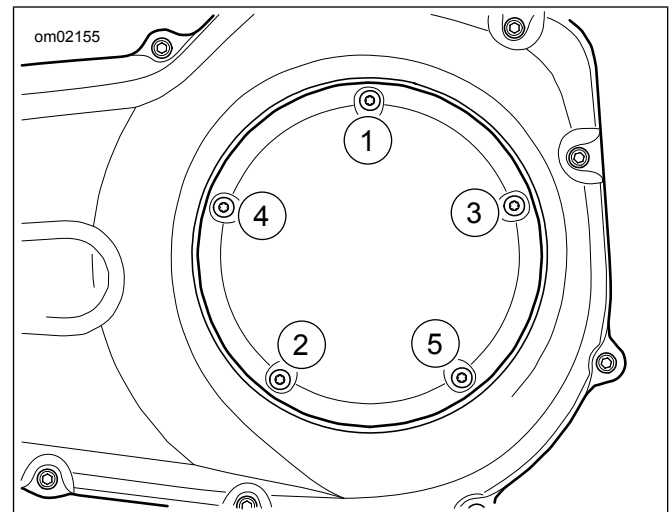

Figure 2. Séquence de serrage
5. Voir Figure 2 . Serrer les vis de la trappe d'embrayage selon la séquence indiquée.